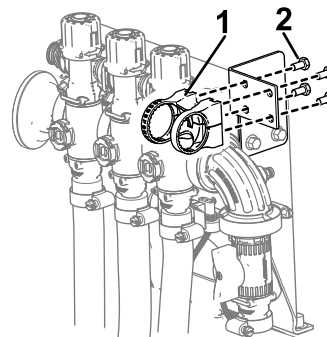

Figura 20
5. Instalezi ansamblul supapei de control pe consola supapei de control cu ajutorul a 4 uruburi (M6), aa cum se arată în Figura 20.